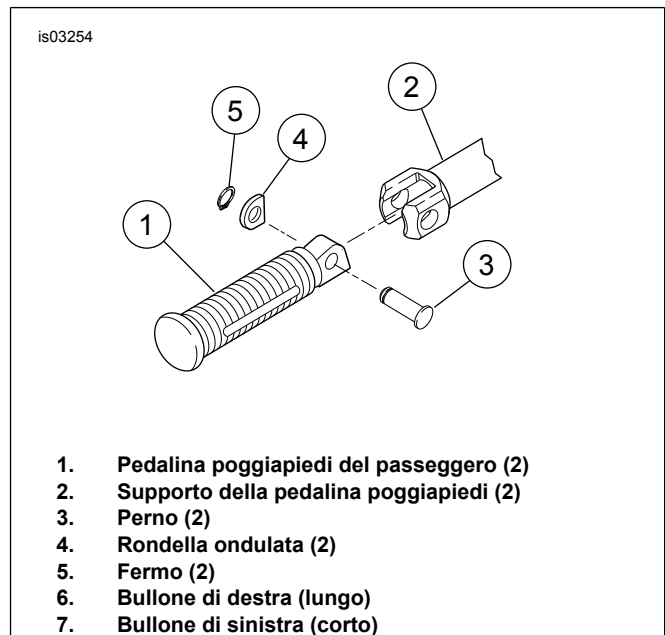

Figura 6. Montaggio della pedalina poggiatesta del passeggero (lato destro)
4. Vedere Figura 6. Togliere la pedalina poggiatesta del passeggero (1) dal sostegno (2) estraendo il perno (3), la rondella ondulata (4) e il fermo (5). Conservare le parti per l'installazione del kit.
1. Vedere Figura 6. Installare la pedalina poggiapiedi del passeggero (1) sul sostegno (2) usando il perno originale (3), la rondella ondulata (4) e il fermo (5).